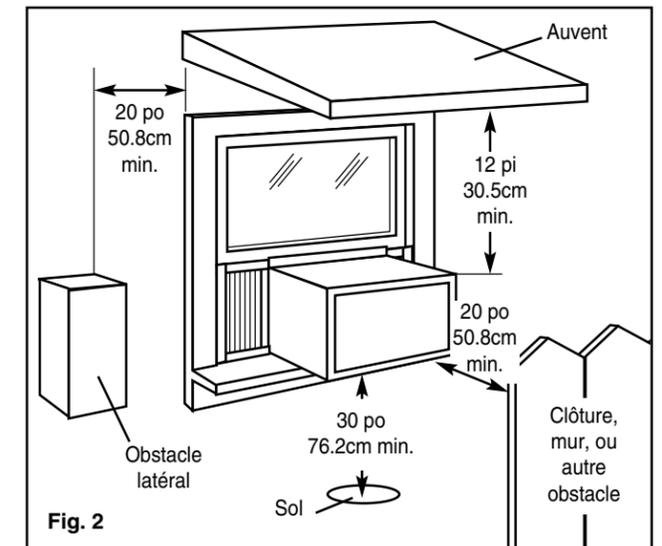

Fig. 2
- Provide sufficient clearance around the cabinet to allow for ample air circulation through the unit. See Fig. 2. The rear of the unit should be outdoors and not in a garage nor inside a building. Keep unit as far away as possible from obstacles/obstructions and at least 30" (76.2 cm) above the floor or ground. Curtains and other objects within a room should be prevented from blocking the air flow.
- D. Laissez suffisamment d'espace libre autour du caisson pour permettre une ample circulation d'air à travers l'appareil. Voir fig. 2. L'arrière de l'appareil doit donner sur l'extérieur de la maison et non pas dans un garage ou à l'intérieur d'un immeuble. Tenez l'appareil aussi loin que possible de tout obstacle ou obstruction et à au moins 30 po (76.2 cm) au-dessus du plancher ou du sol. Il ne faut pas que les rideaux ou d'autres objets à l'intérieur de la pièce puissent bloquer le flux d'air.